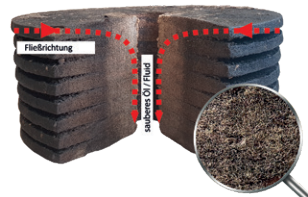

Abb. 28:
- Teststaub entspricht hinsichtlich Partikelkonzentration und Partikelgrößenverteilung nicht den realen Bedingungen in Betriebsflüssigkeiten (Vgl. Abb. 28 und 29).